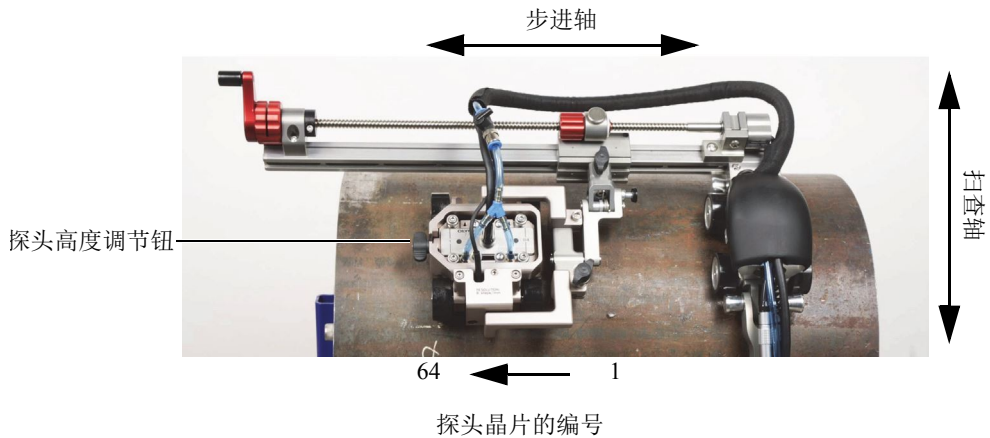

图 2-11 安装在步进臂上的 HydroFORM 扫查器
4. 将 HydroFORM 扫查器安装到步进臂上，如第 32 页的图 2-11 所示。探头高度调节钮应该处于距 ChainSCANNER 扫查器较远的一端。